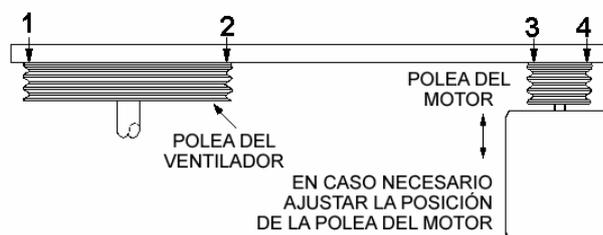

Figura 18 – Comprobación del Alineamiento de Poleas (Vista Superior)
8. Como comprobación final del alineamiento de poleas, poner una regla entre las poleas y asegurarse que toca los cuatro puntos (Ver Figura 18). En caso necesario ajustar la posición de la polea del motor.